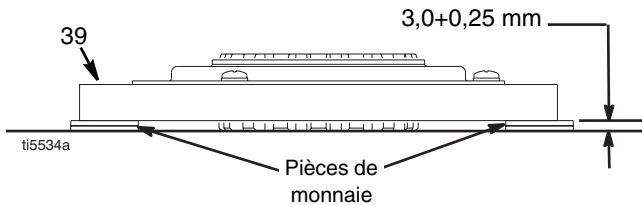

FIG. 8
1. FIG. 8. Poser 2 fois 2 pièces de monnaie sur la surface lisse de l'établi.
2. Déposer l'induit (39) sur les pièces de monnaie.